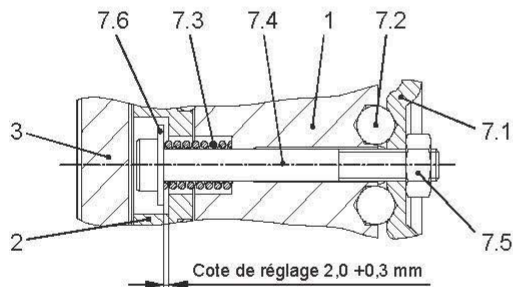

Fig. 6
En soulevant les leviers du débloccage (7.1) des billes d'acier (7.2), les deux vis à tête cylindrique (7.4) avec rondelles (7.6) ainsi que le disque de freinage (2) sont attirés contre le porte-bobine (1), fig. 6. Le rotor (3) est alors libre et le frein débloqué.